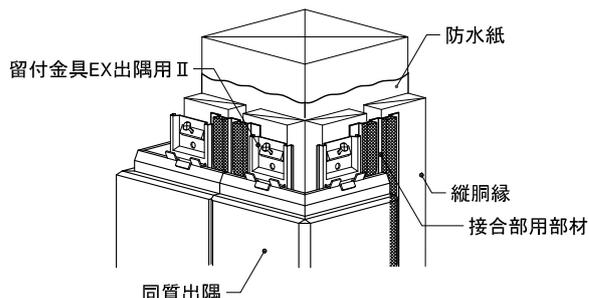

図4 ポーチ柱 (突き付け接合)
- 上記に続けて、(加工した同質出隅を隙間ができないように) 取り付ける。(図4参照)